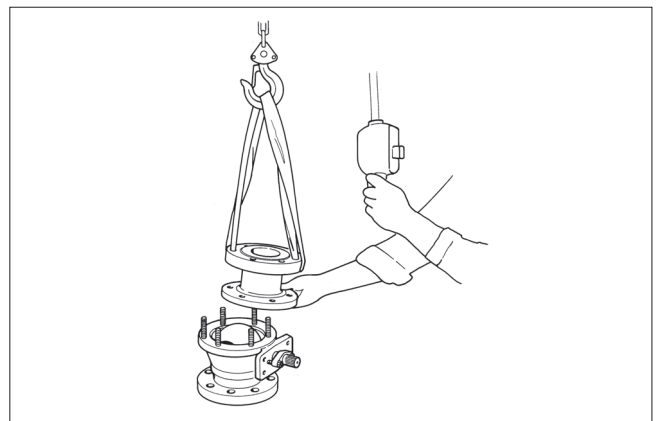

Abb. 14 Anheben der Gehäuseabdeckung
- Setzen Sie das Ventil in aufrechter Position auf den Leitungsflansch. Verwenden Sie eine ebene Unterlage, die keine Kratzer an den Flanschen verursacht. Achten Sie darauf, dass die Gehäusemutter (16) nach oben zeigen.
- Entfernen Sie die Passfeder (10).
- Lösen Sie die Gehäusemutter (16).
- Entfernen Sie die Gehäuseabdeckung (2). Falls der Sitz (7) nicht auf der Kugel (3) liegt, schützen Sie den Sitz vor Herausfallen aus der Gehäuseabdeckung und nehmen Sie ihn später ab. **Kommen Sie nicht mit den Fingern zwischen Gehäuseabdeckung und Oberfläche!**
- Stellen Sie die entfernte Gehäuseabdeckung auf deren Leitungsflansch. Siehe Abb. 14.